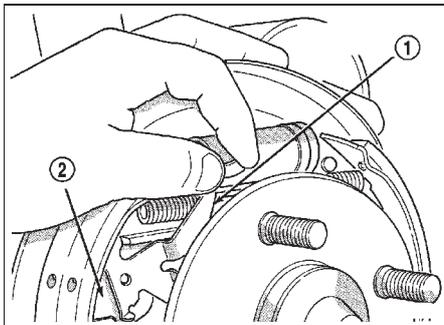

Рис. 19. Рычаг автоматического регулятора. 1 - рычаг автоматического регулятора, 2 - ведущая тормозная колодка (передняя).
(3) Снимите держатель рычага селектора (рис. 19).
- (6) Снимите рычаг автоматического регулятора с тормозной колодки (рис. 19).